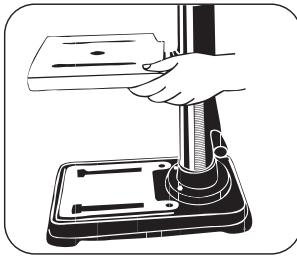

FIGURA 8.4
- Apriete la abrazadera con la Palanca de la Mesa Móvil (Figura 8.4).